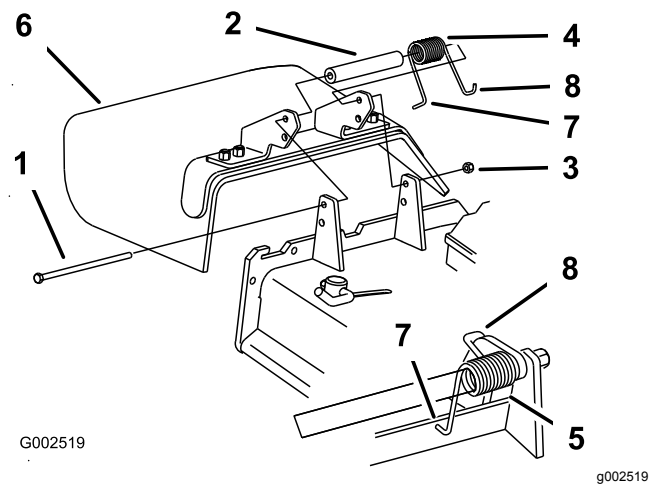

Figura 102
1. Retire la contratuerca, el perno, el muelle y el espaciador que sujetan el deflector a los soportes de pivote (Figura 102).
Nota: Asegúrese de colocar el extremo en L del muelle detrás del reborde de la carcasa antes de instalar el perno, según muestra Figura 102.
5. Coloque el gancho en J del muelle alrededor del deflector de hierba (Figura 102).